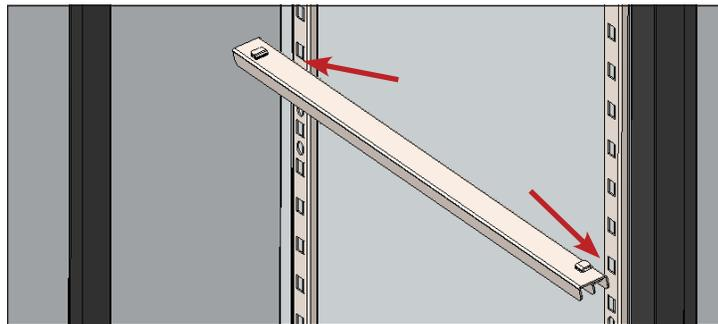

Рис. 1. Выровняйте зажимные элементы относительно выемок.
2. Выровняйте зажимные элементы направляющих для задвигания полки/поддона относительно выемок на передней и задней вертикальных рейках на необходимой высоте. См. рис. 1.